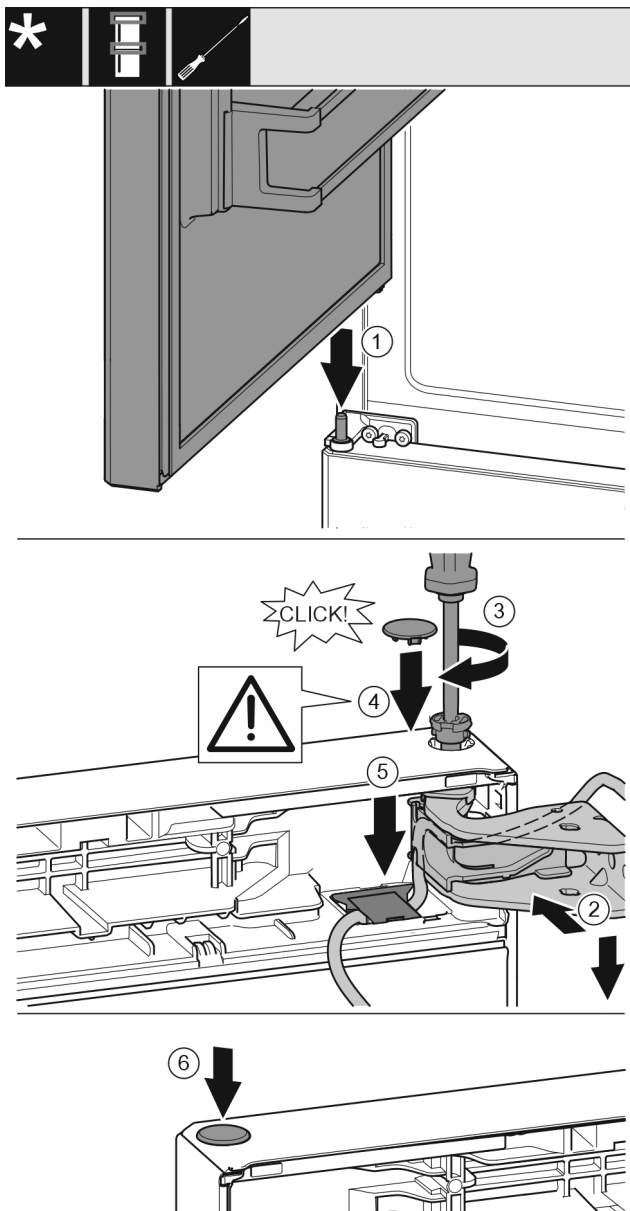

Fig. 42
- Aseta ylempi ovi keskimmäisen laakeripultin päälle. Fig. 42 (1)
- Kohdista ovi ylhäältä laakeripukin aukkoon. Fig. 42 (2)
- Aseta pultti paikalleen ja kiristä se T15-ruuvimeisselillä. Fig. 42 (3)
- Suojakannen kiinnittäminen oven suojaksi: Aseta suojakansi paikalleen ja varmista, että se on tiukasti ovea vasten. Muussa tapauksessa pultti on työnnettävä kokonaan sisään. Fig. 42 (4)
- Aseta suojus taas paikalleen ja paina sitä alaspäin, kunnes se lukittuu. Fig. 42 (5)
- Kiinnitä nasta. Fig. 42 (6)